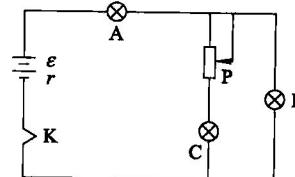

图 1-5 【例 1-2】电路
**【例 1-2】** 图 1-5 电路中，当滑动变阻器滑动键 P 向下移动时，说明灯 A、灯 B、灯 C 的亮度变化情况。